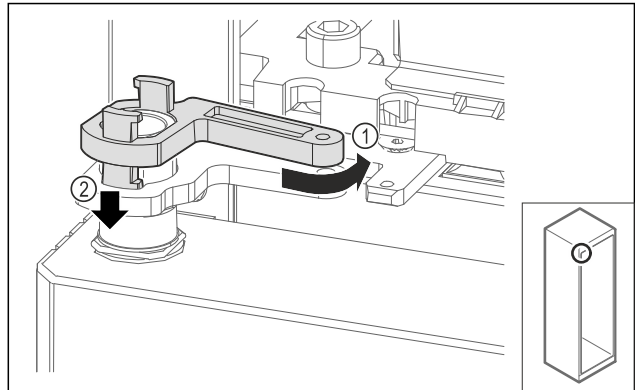

Fig. 71
- Mírně otočte zpět zajištění stojanu ložiska Fig. 71 (1), zatlačte jej dolů Fig. 71 (2) a zajistěte jej v úhelníku závěsu.